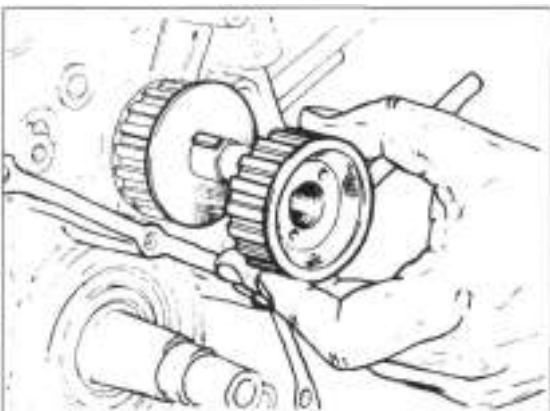
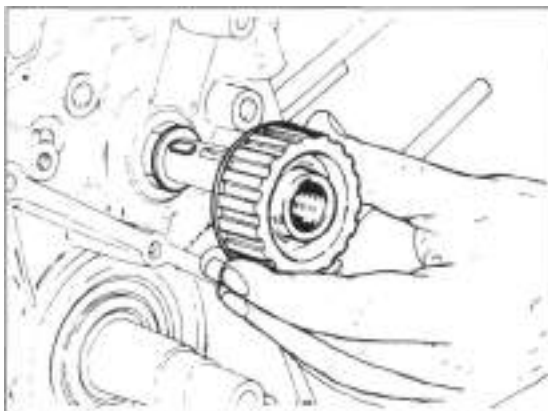

Bild 182
Bild 183
- Anlaufscheibe, Wellenkeil und erstes Steuerriemenrad aufsetzen (Bild 183). Es folgen Scheibe, Wellenkeil und zweites Steuerriemenrad (Bild 182).